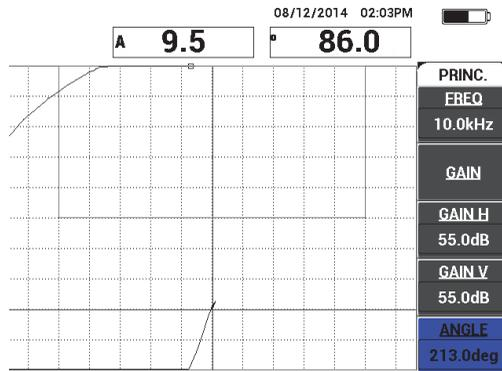

Figure 6-66 Réglage de l'angle pour déplacer le point vers le haut
2. Lever la sonde dans l'air, et puis appuyez sur la touche de menu MAIN (  ) et réglez le paramètre **ANGLE** (touche E) pour que le point se déplace vers le haut dans la vue XY (voir la Figure 6-66 à la page 186).